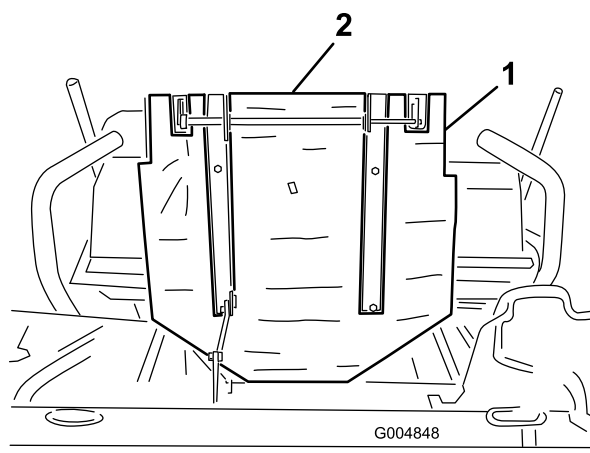

Figura 6
8. Retire el papel protector y fije el material autoadhesivo del protector térmico a la cara inferior de la placa de montaje del asiento, según se muestra en Figura 6.
10. Retire el papel protector y fije el trozo de 2 x 10 pulgadas de protector térmico autoadhesivo entre los enganches del asiento, en la cara inferior de la placa de montaje del asiento (Figura 6).